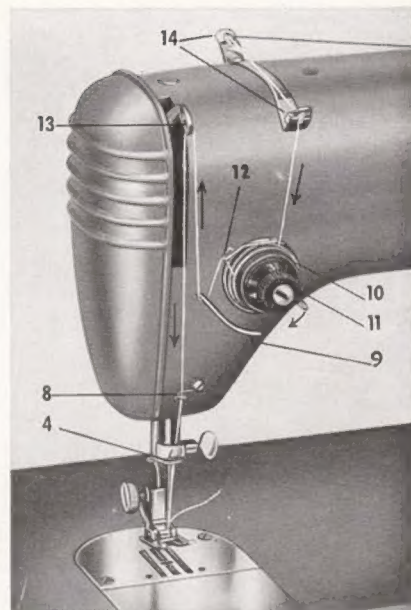

Abb. 12.
Den Fadengeber (13 in Abb. 12) durch Drehen des Schwungrades auf sich zu in seine höchste Stellung bringen. Die Garnrolle auf den einen Garnrollenstift aufsetzen (42 in Abb. 2).
Den Faden durch die Fadenführungen (14 in Abb. 12) und nach unten zwischen die innersten Spannungsscheiben (10) von rechts nach links, über die Spannungsfeder (12) und unter die Fadenführung (9) legen. Von da an, den Faden durch eines der Löcher des Fadengebers (13), dann durch die Fadenführung (8) und die Fadenführung am Nadelhalter (4) einziehen. Die Nadel schliesslich von vorne einfädeln und den Faden ein Stück hinter der Nadel herausziehen.
Die Spannung des Oberfadens ist vom Druck abhängig, den die Spannungsscheiben (10 in Abb. 12) auf einander ausüben. Die Spannung wird mit einem Drehknopf eingestellt, der eine Skala mit Ringen und Ziffern trägt (11 in Abb. 12). Beim Sichtbarwerden von drei Ringen ist der Oberfaden lose gespannt, zwei Ringe bedeuten mittlere Spannung, ein Ring sehr straffe Spannung. Die Ziffern geben Mittellagen an.